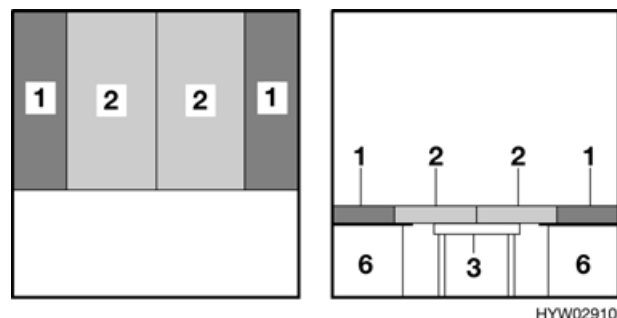

Fig. 38 Dopo la trasformazione
- Collocare i cuscini dello schienale (Fig. 38,1) sulla parete esterna. Rispettare la forma cuneiforme.
- Premere entrambi i cuscini del divano (Fig. 38,2) fra i cuscini dello schienale.